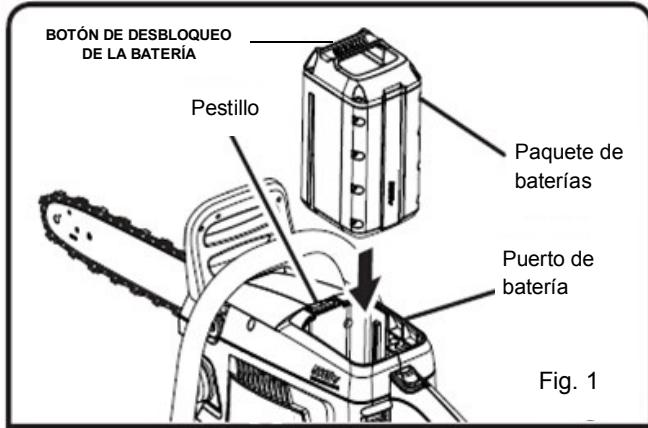

Fig. 1
■ Alinee la ranura exterior del paquete de baterías con la costilla realizada interior del receptáculo para pilas de la herramienta y coloque el paquete de baterías en la herramienta. (Fig 1)